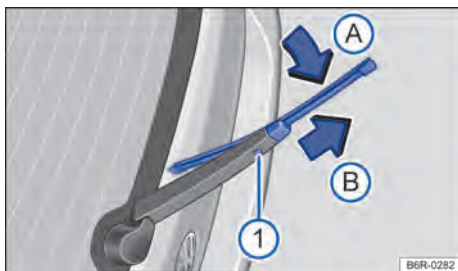

Fig. 231 Substituir a palheta do limpador do vidro traseiro.
- Manter o botão de destravamento → Fig. 231 ❶ pressionado .
- Inclinando a palheta do limpador do vidro no sentido do braço do limpador do vidro → Fig. 231 (seta A) e ao mesmo tempo retirar no sentido da seta B. Para isso, poderá ser necessário um esforço um pouco maior.
- Introduzir a nova palheta do limpador do vidro traseiro **de mesmo tamanho e versão** no braço do limpador do vidro traseiro no sentido contrário da seta → Fig. 231 B, até que ela se encaixe. Aqui a palheta deverá estar em posição rebatida para fora → Fig. 231 (seta A)